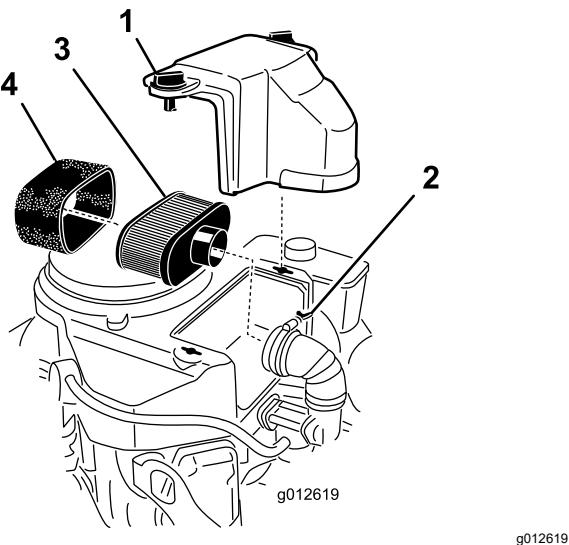

Figura 43
3. Limpie alrededor del limpiador de aire de forma que la suciedad no penetre en el motor y cause daños (Figura 43).
4. Afloje los botones de la tapa y retire la tapa del limpiador de aire (Figura 43).
- Afloje la abrazadera y retire el conjunto del limpiador de aire (Figura 43).
- Retire cuidadosamente el elemento de espuma del elemento de papel (Figura 43).
- Deslice cuidadosamente el elemento de espuma sobre el elemento de papel (Figura 43).
- Coloque el conjunto del limpiador de aire sobre la base o la manguera y sujetelo (Figura 43).
- Coloque en su posición la cubierta del limpiador de aire y apriete los pomos de la cubierta (Figura 43).
- Limpie el elemento de papel golpeándolo suavemente para eliminar el polvo. Si está muy sucio, cambie el elemento de papel (Figura 43).